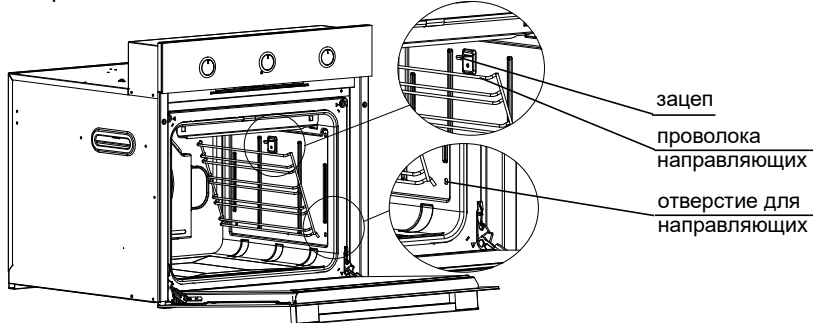

рис. 17
**Для снятия решетчатых направляющих нужно (см. рис. 17):**